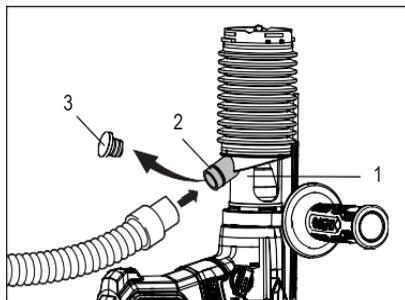

Рис.5
Пылесборник (1) разработан с адаптером (2) для подключения пылесоса (не входит в комплект поставки). Перед подключением снимите пылезащитную заглушку колпачок (3) (рис. 5).